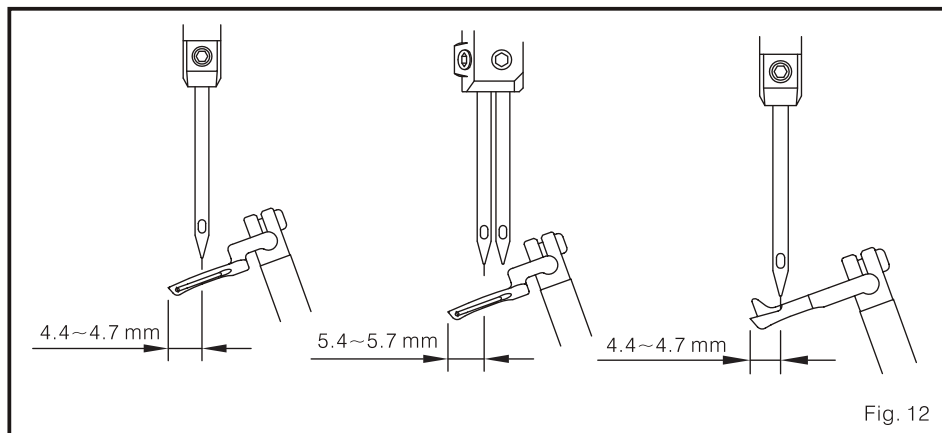

Fig. 12
1. a relação entre a agulha e o bucleador superior (Fig. 12)